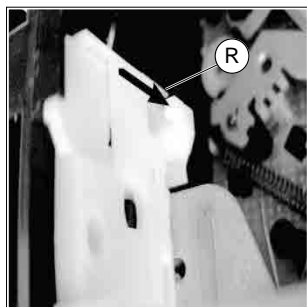
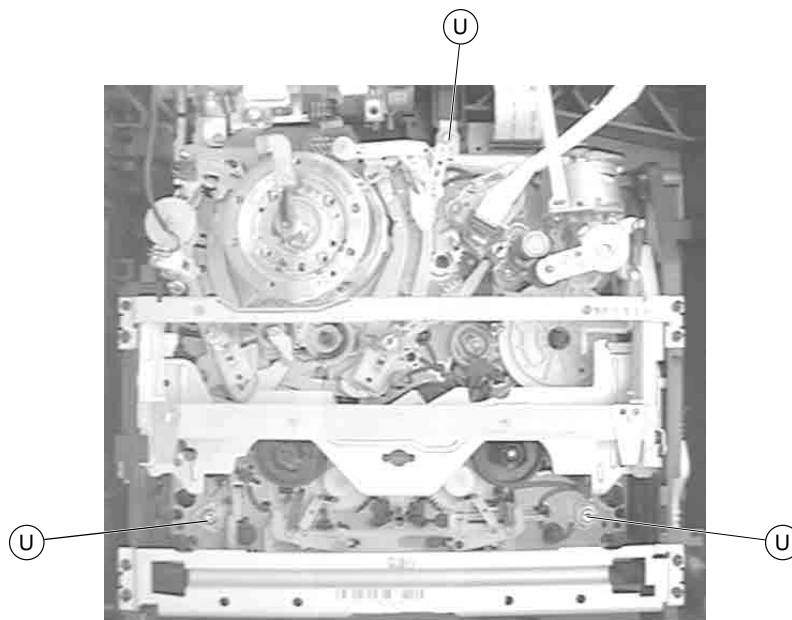

Fig. 1
Fig. 3
- Arretierungen **(R)** (Fig. 1) und **(S)** (Fig. 2) des Cassettenschachtes lösen und diesen dabei so weit nach innen schieben, bis die Schrauben **(U)** (Fig. 3) zugänglich sind.
- Schrauben **(U)** entfernen (Fig. 3) und gegebenenfalls Steckverbindungen zur Elektronik lösen.
- Arretierungen **(R)** (Fig. 1) und **(S)** (Fig. 2) des Cassettenschachtes lösen und diesen dabei so weit nach innen schieben, bis der Cassettenschacht leicht absinkt.
- Release the locks **(R)** (Fig. 1) and **(S)** (Fig. 2) of the cassette compartment and move it inwards to gain access to the screws **(U)** (Fig. 3).
- Undo the screws **(U)** (Fig. 3) and unplug the connectors to the electronics if necessary.
- Release the locks **(R)** (Fig. 1) and **(S)** (Fig. 2) of the cassette compartment and move it inwards until the cassette compartment lowers by a small amount.
- Arretierungen (R) (Fig. 1) und (S) (Fig. 2) des Kassettenschachtes lösen und diesen dabei so weit nach innen schieben, bis der Kassettenschacht leicht absinkt.
- Release the locks (R) (Fig. 1) and (S) (Fig. 2) of the cassette compartment and move it inwards until the cassette compartment lowers by a small amount.